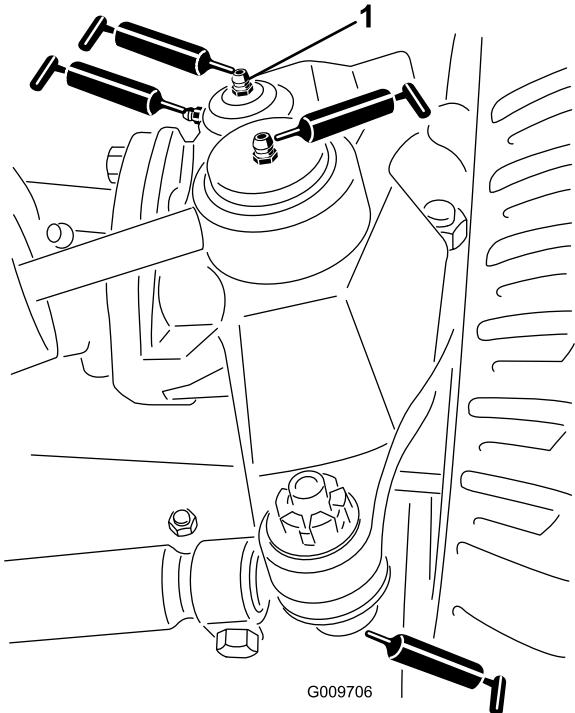

Figura 69
- Giunti sferici (2) del cilindro di sterzo (Figura 69)
- Giunti sferici (2) del tirante (Figura 69)
- Boccole (2) del perno del fuso a snodo (Figura 69). **Il raccordo superiore sul perno del fuso a snodo richiede soltanto una lubrificazione annuale (2 pompage).**